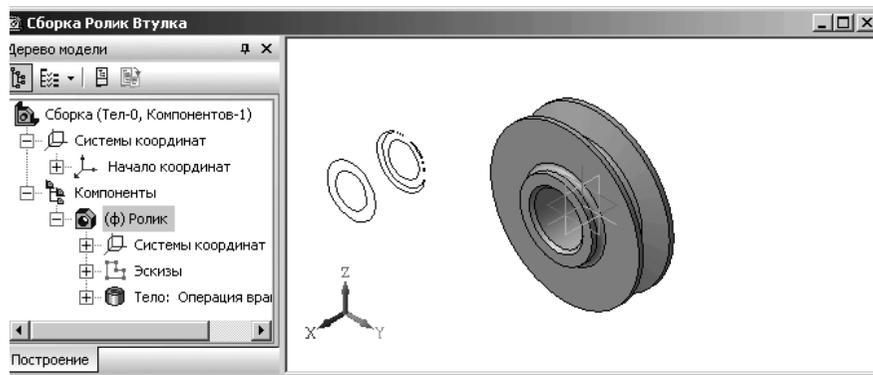

Рис. 6.35. Фантом вставляемой втулки на сборочном чертеже **Сборка\_Ролик\_Втулка**
- щелкните в диалоговом окне **Выберите файл для открытия** по кнопке **ОК**. Появится фантом в окне Сборка. Возможное состояние системы показано на рис. 6.35. В **Панели свойств: Компонент из файла** с открытой вкладкой **Параметры** в полях координат: **Координата X**, **Координата Y** и **Координата Z** будут указаны текущие значения начала системы координат компоненты **Втулка**;